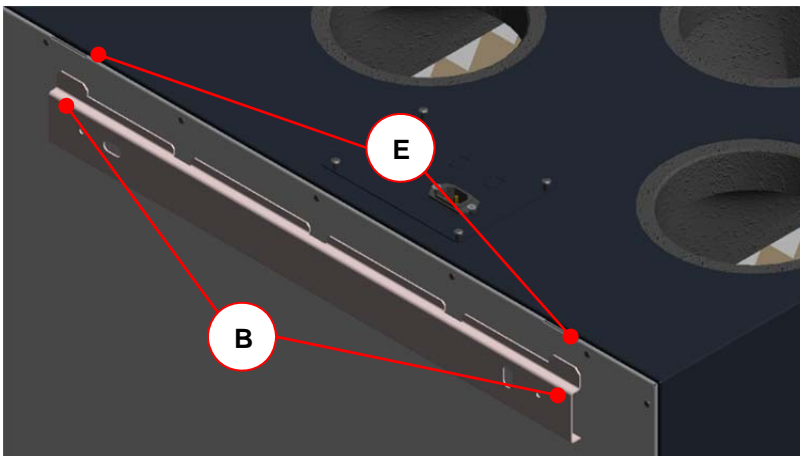

Abb. 22: Einhängen in das Befestigungsblech
6. Setzen Sie das NOVUS so auf den Montagerahmen, indem die Laschen des Befestigungsbleches in die jeweils unten befindlichen Schlitzöffnungen des Falzes der Geräteückwand einhaken. Siehe hierzu Abb. 22.